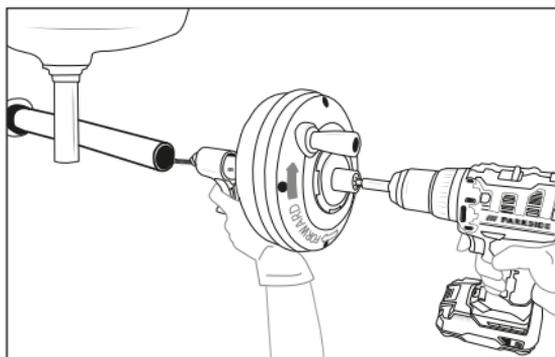

Fig. 3
- 8) Controllare se l'apparecchio possa essere mantenuto ad una distanza di massimo 10 cm dall'apertura dello scarico. Una distanza maggiore dall'apertura di scarico aumenta il rischio che la spirale ⑧ si torca o si pieghi. Se la distanza è maggiore, è necessario prolungare l'apertura di scarico con tubi e raccordi di dimensioni uguali, in modo che l'apparecchio possa essere collocato a massimo 10 cm davanti ad essa (vedere fig. 3). Se la spirale ⑧ non viene sostenuta a sufficienza, può piegarsi, torcersi o danneggiarsi oppure ferire l'utilizzatore.
- 7) Ruotare il tamburo **2** in senso orario (riconoscibile dalla freccia del lato posteriore del tamburo **2**, vedere fig. 3) e premere il grilletto **6**. Azionando il grilletto **6**, la spirale **8** viene introdotta nello scarico. È anche possibile far avanzare e indietreggiare rapidamente la spirale **8** tirando o spingendo avanti manualmente il tamburo **2**.